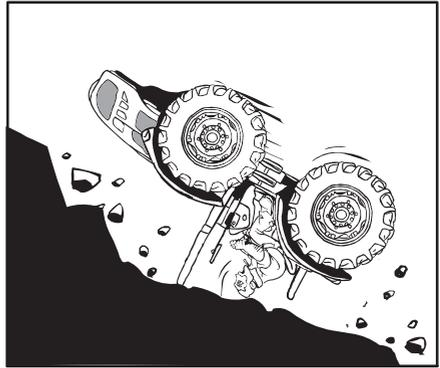

Fig. 2.15
- Si vous travaillez en bordure de fossés et talus, maintenez le tracteur derrière la ligne de fracture. Évitez les fossés, les berges, terre-pleins et berges de fleuves qui pourraient céder brusquement. (Fig. 2.15).